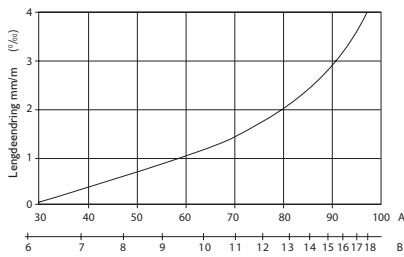

Fig. 1
Forestia Ferdigvegg påvirkes av endringer i luftfuktighet (fig.1). Fuktinnhold fra fabrikk 5-8 %, som tilsvarer likevekt med 20-50 % RF. Byggfukten må holdes under kontroll ved hjelp av ventilering og oppvarming.
Forestia One-Step Walls påverkas av förändringar i luftfuktigheten (Fig. 1). Produkten innehåller 5-8 % fuktkvot vid levereras från fabriken. Det motsvarar en i relativ luftfuktighet (RF) på 20-50 % . Luftfuktigheten i byggnaden måste kontrolleras med hjälp av ventilation och uppvärmning.
Forestia One-Step Walls påvirkes af ændringer i luftfugtigheden (fig. 1). Fugtindholdet ved leveringen fra fabriken er 5-8%, svarende til en ligevægtsværdi for relativ fugtighed (RH) på 20-50%. Fugtigheden i bygningen skal styres ved hjælp af ventilation og opvarmning.